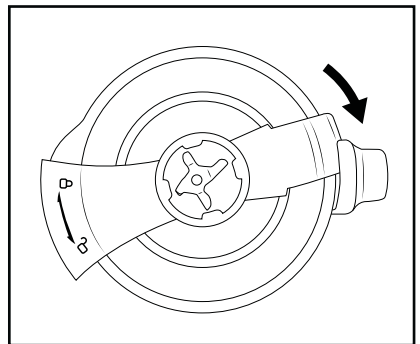

Fig. 3
- Drej låsen til låget 90° i urets retning (retning ). Låsen til låget **14** skubbes derved hen over hældetuden på den ene side og ind i blenderens **16** håndtag på den anden side (fig. 3).